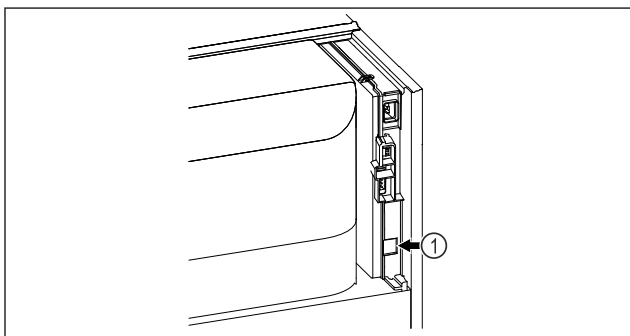

Fig. 77
- SmartModule Fig. 77 (1) встановлено.